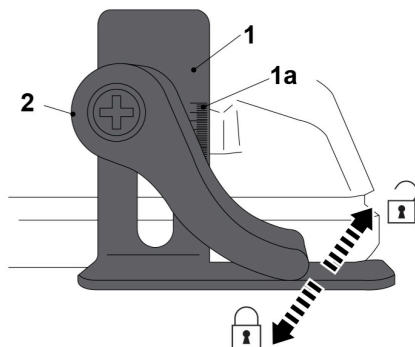

Рис. 5
3. Отрегулируйте положение ограничителя глубины выборки четверти (1) и зафиксируйте с помощью фиксатора глубины выбора четверти (2) (Рис. 5).